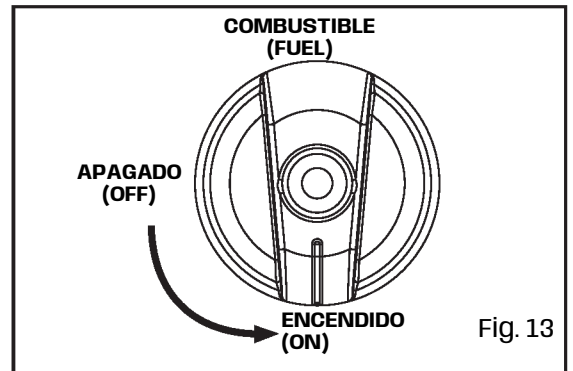

Fig. 13
2. Gire el interruptor COMBUSTIBLE (FUEL) (Fig. 13) a la posición "ENCENDIDO" ("ON").